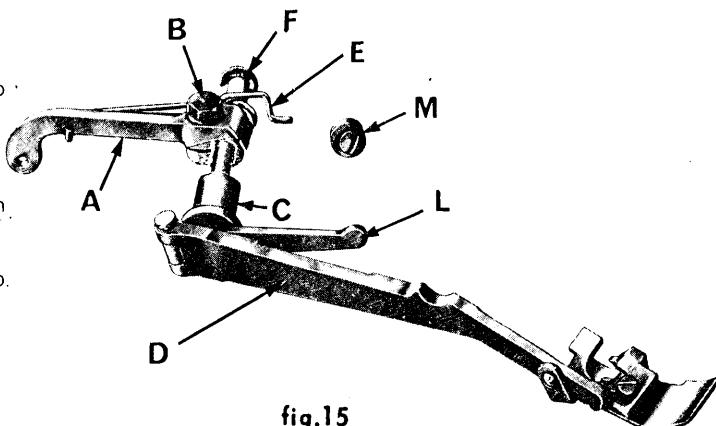

fig.15
e) Bloccaggio e regolazione leva porta piedino (fig. 15)
2. Sbloccare la vite F (fig. 15).
3. Spingere verso destra o verso sinistra il supporto A del coltello superiore (fig. 15) per ottenere l'altezza di costa voluta.
4. Bloccare la vite (fig. 15).